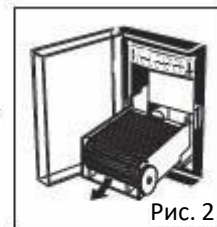

Рис. 2
3. Выкрутите 2 винта В в задней части вспененной стороны стола (Рис. 2).
2. Вытяните картридж из установленного положения (Рис. 2).